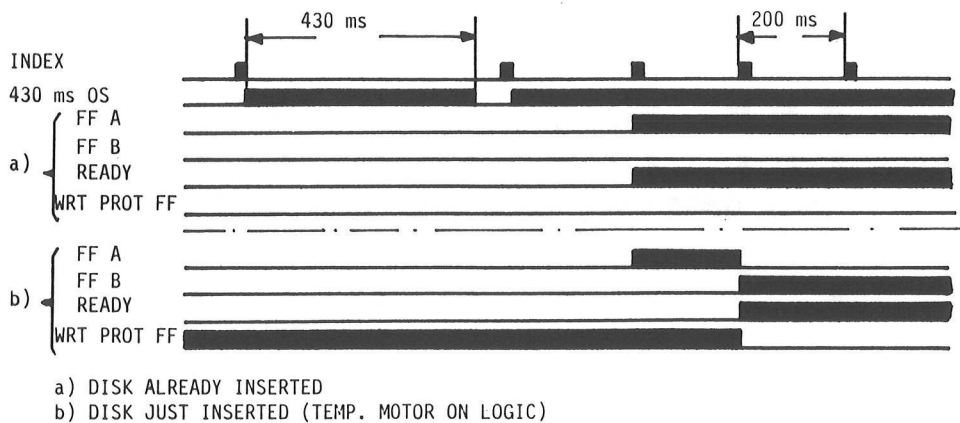

FIGURE 2 - 28 : READY TIMING
2.3.11. DISK CHANGE OPTION (fig. 2 - 29)